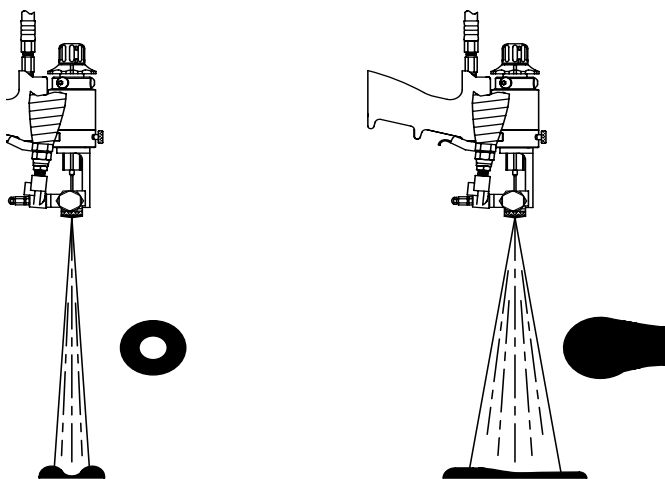

図. 12: 開いたスプレーパターン
(図. 12)。
- c. バルブポイントから最低回数ネジを調整しても分割パターンまたはパターンの中心に穴があく場合は、マテリアルの温度が高すぎます。図. 12 をご参照ください。